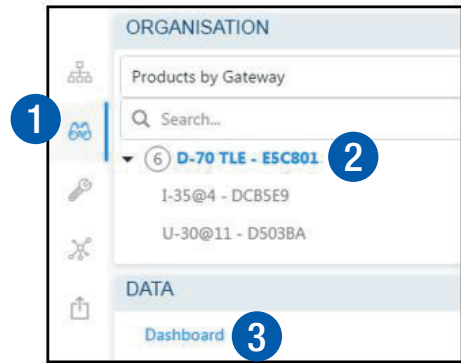

Abbildung 2
- "Automatische Erkennung" (Abb. 2) anklicken.